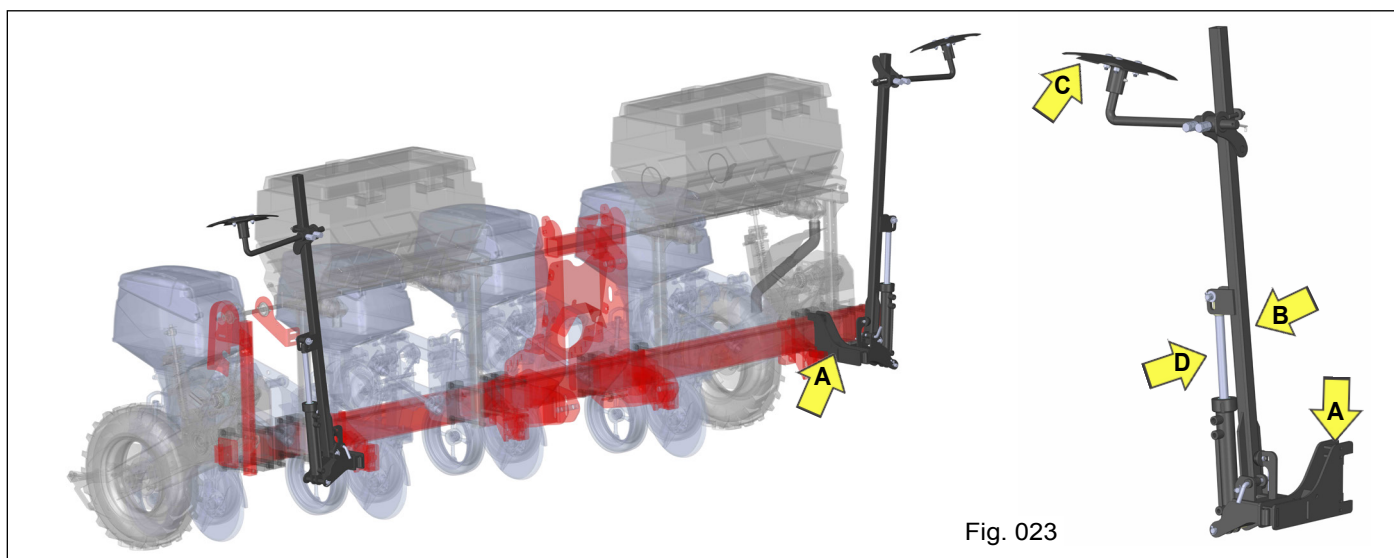

Fig. 023
- a) Fixe nas laterais direita e esquerda do chassi o suporte ("A" Fig. 023);
Antes de efetuar a regulagem do marcador de linhas é importante que conheça o seu funcionamento e dispositivos de regulagem. O marcador de linhas é composto um conjunto de braço direito e esquerdo "A", haste de regulagem "B", conjunto do disco marcador "C" e conjunto do cilindro hidráulico com suplemento da haste "D" (Fig. 023). O acionamento é efetuado através de mangueiras hidráulicas acopladas à válvula divisora de fluxo e cilindro hidráulico.
A haste de regulagem “B” permite efetuar regulagens de abertura para atender a marcação da linha de plantio nos diversos espaçamentos. O conjunto do disco marcador “C” possui conjunto de castanhas dentadas que permitem a regulagem do ângulo de ataque do disco de corte para a marcação da linha de referência para o trator trabalhar. (Fig. 023)